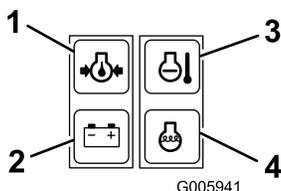

**Figura 10**
- Para accionar el freno de estacionamiento, gire la palanca hacia abajo (Figura 10).
- Para quitar el freno de estacionamiento, gire la palanca hacia arriba (Figura 10).